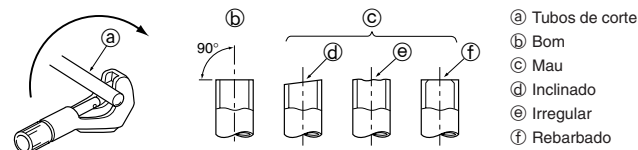

Fig. 5-3
5.2.1. Corte do tubo (Fig. 5-3)